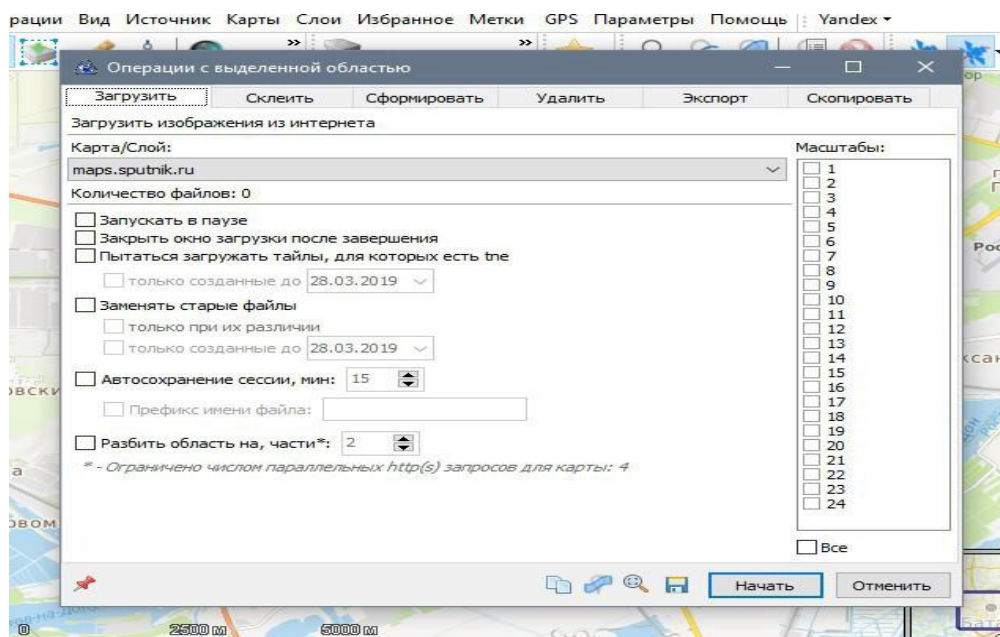

Рис. 3 – окно Операции с выделенной областью
5. Появится окно Операции с выделенной областью, изображенное на (рис. 3.)